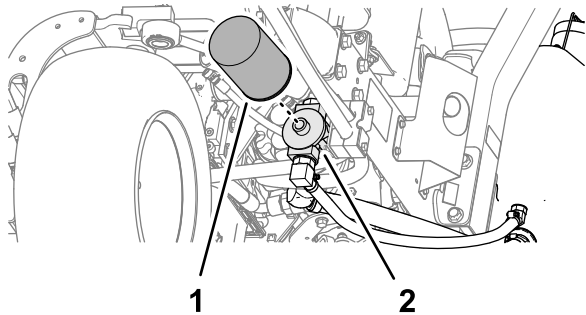

Figura 88
2. Limpie la zona de montaje del filtro. Coloque un recipiente debajo del filtro (Figura 88) y retire el filtro.